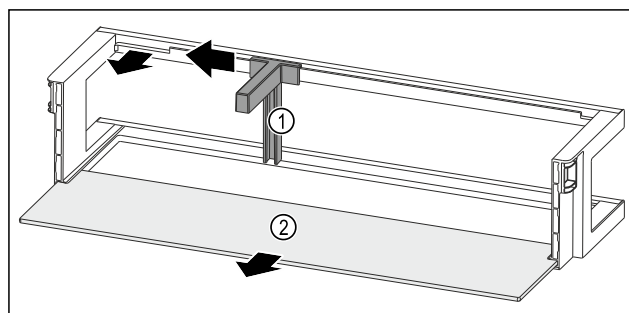

Fig. 249 Dveřní přihrádka s držákem lahví a odkládací plochou
- Držák lahví Fig. 249 (1) posuňte na stranu až k vybrání.
- Držák lahví Fig. 249 (1) odeberte.
- Odkládací plochu Fig. 249 (2) odeberte.